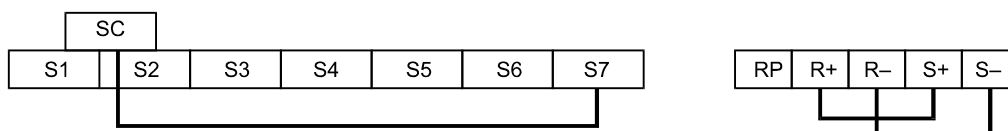

Fig. 6.77 Câblage des bornes de communication pour un auto-diagnostic
3. Effectuez le câblage comme illustré à la *Fig. 6.77*.